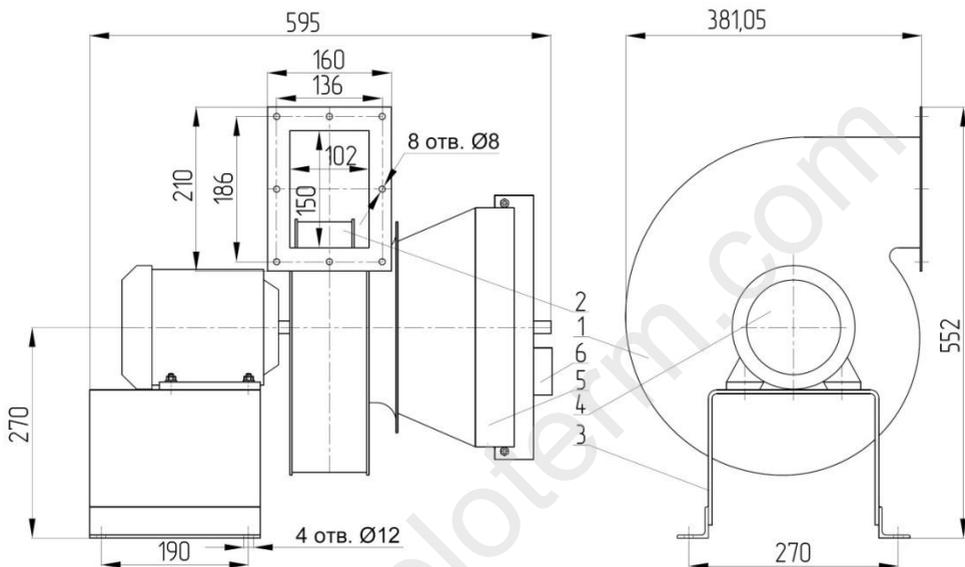

Рис. 4 –Вентилятор ВД-2,7 (1- корпус, 2-рабочее колесо, 3-рама, 4-эл. двигатель, 5- шибер, 6- привод шибера.
3.1 Вентилятор состоит из шести основных частей (рис. 4): корпуса, рамы, электродвигателя, рабочего колеса, шиберного аппарата, привода шибера (по заказу).